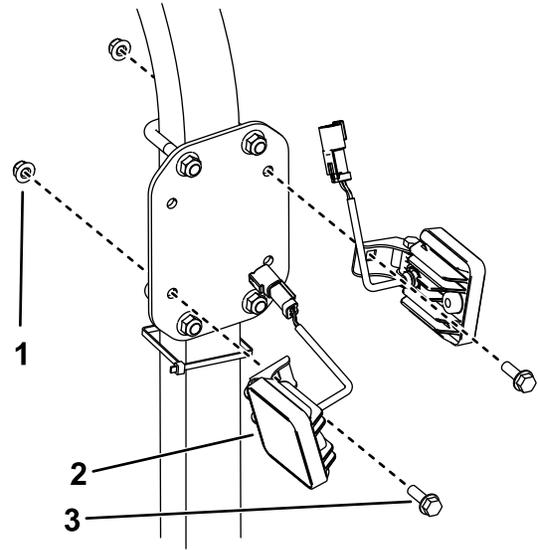

Bild 2
2. Befestigen Sie zwei Arbeitsscheinwerfer mit zwei Bundkopfschrauben (5/16" x 1") und zwei Bundmutter (5/16") an der Scheinwerferhalterung, wie in Bild 2 dargestellt.